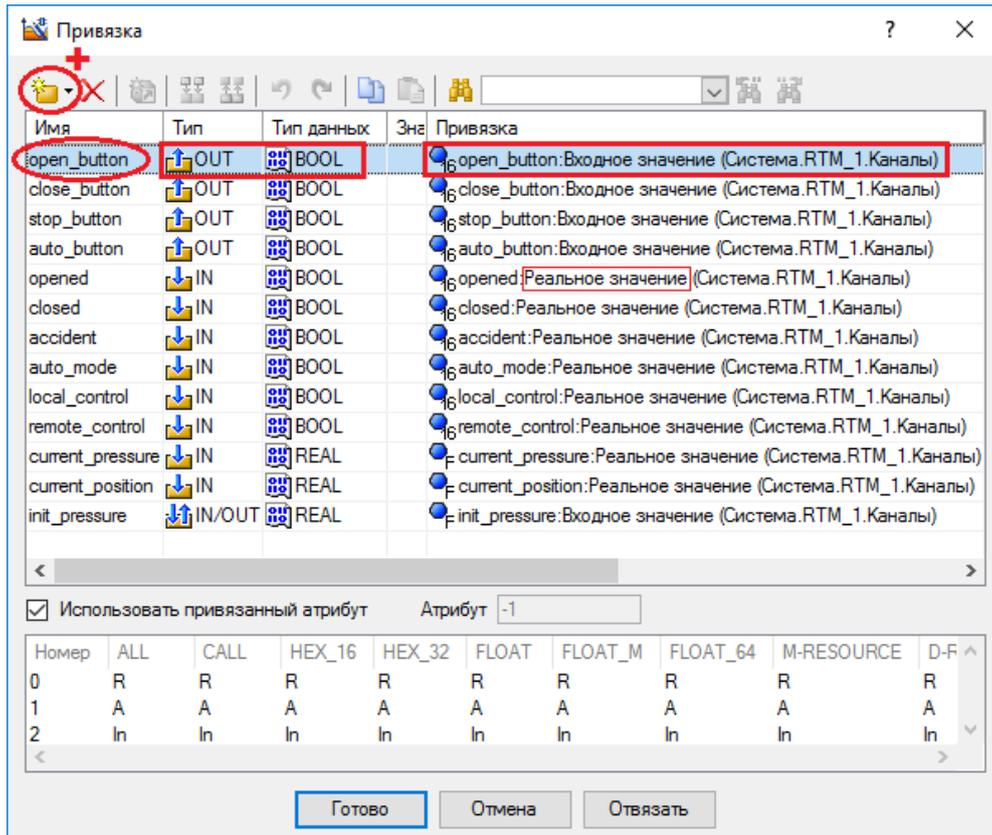
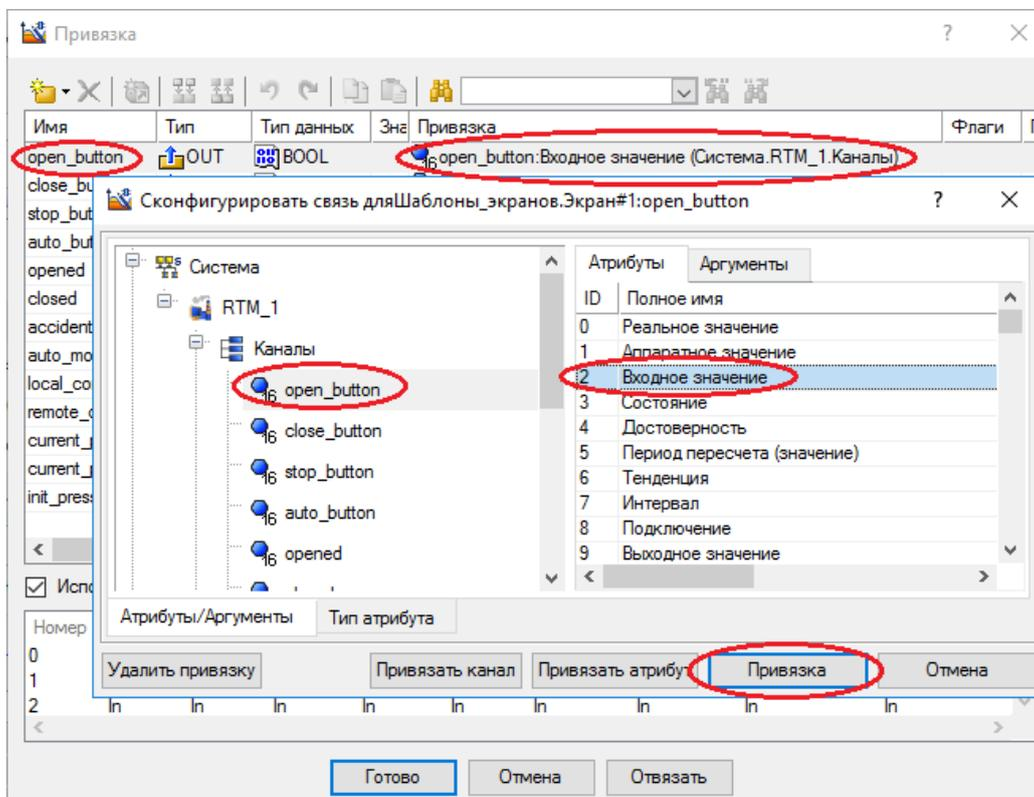

Рис. 79. Создание привязки графического элемента к каналу
Рис. 80. Настройка привязки к каналу
7. Сделайте настройки и привязки графических элементов к каналам. Пример настроек и привязки кнопки «Open» приведён на рис. 77, 78. Чтобы задать привязку, нужно кликнуть левой клавишей мыши по «Результат» и «Источник», далее откроется окно (рис. 79), в котором нужно добавить новую строку в таблице для текущей привязки, задать тип, тип данных и открыть окно привязки (рис. 80). **ВНИМАНИЕ!** В таблице (рис. 79) целый ряд привязок для отдельных графических элементов. Для конкретного графического элемента строка, после её добавления и выбора, будет подсвечиваться синим фоном. Т.е. это некая карта привязок графических элементов. **Обратите внимание** – в